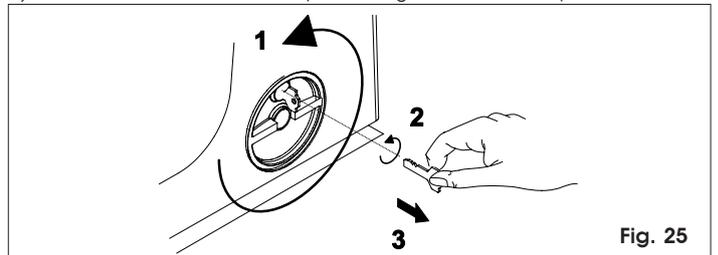

Fig. 25
- 1) Gire el sistema de desbloqueo en sentido antihorario unos 180°, como se indica en la Fig.25.
- 2) Gire la llave en sentido antihorario y quítela de la cerradura, como se indica en la Fig.25.